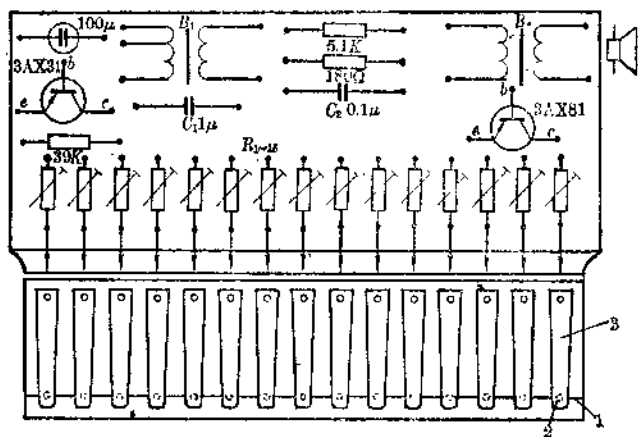
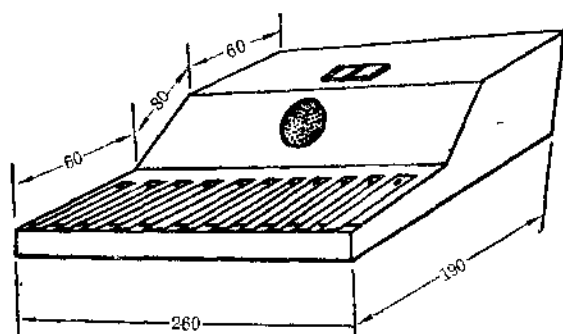

图 2
图 3
上。先在胶木板上钉上空心小铆钉，然后按图 2 上所标零件焊接(要注意焊接牢靠)。图中箭头表示接至琴键的圆圈(实
2. 琴键可用有弹性的磷铜皮剪成图 2 中的形状，然后钉在一块 220×50 [毫米]² 的木板上，再和装有其他零件的胶木板一起安装到琴盒里(图 3)。